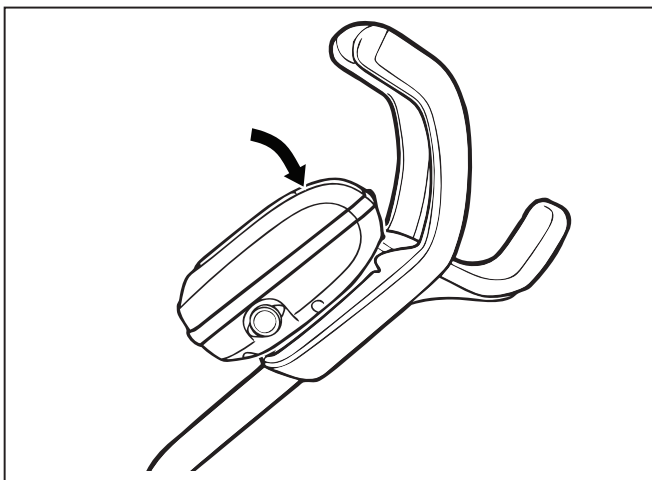

Figure 11. Fixer le module de commande au chariot
2. Exercer une pression sur le module de commande jusqu'à ce qu'il s'encliquète et se verrouille en position sur l'attache du chariot (Figure 11).